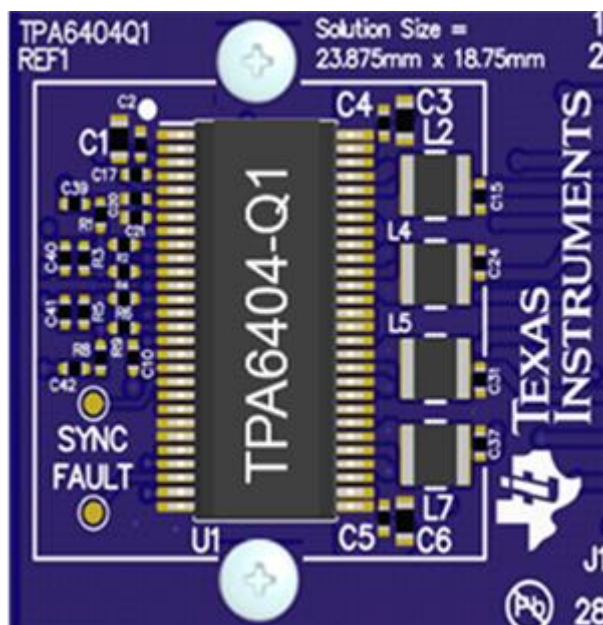

図5：4チャンネルクラスDアンプのソリューション・サイズ
3.3 μ H 合金インダクタをフロースルー設計と組み合わせることで、業界最小サイズの4チャンネル車載クラスDアンプが生まれます。図5に示すように、『TPA6404-Q1』のアンプと必要なパッシブ部品すべてを含んだソリューション全体のサイズは、わずか4.5cm²です。